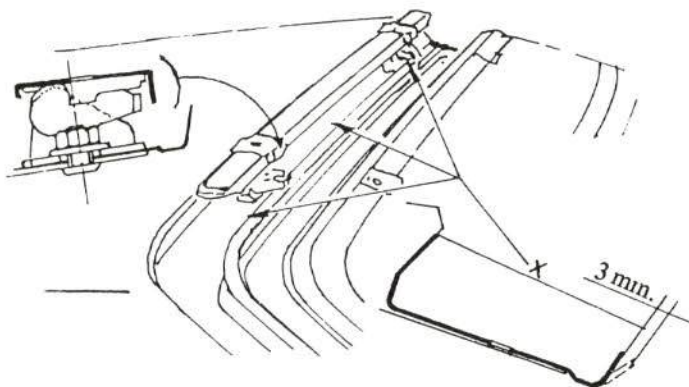

FIGURA 10.—Modificación del ángulo del vierteaguas
- Modificar el ángulo de inclinación del borde del vierteaguas superior en 3 ó 4 mm. hacia abajo en el asiento de bisagras con relación a la cota inicial "x" (véase figura 10).